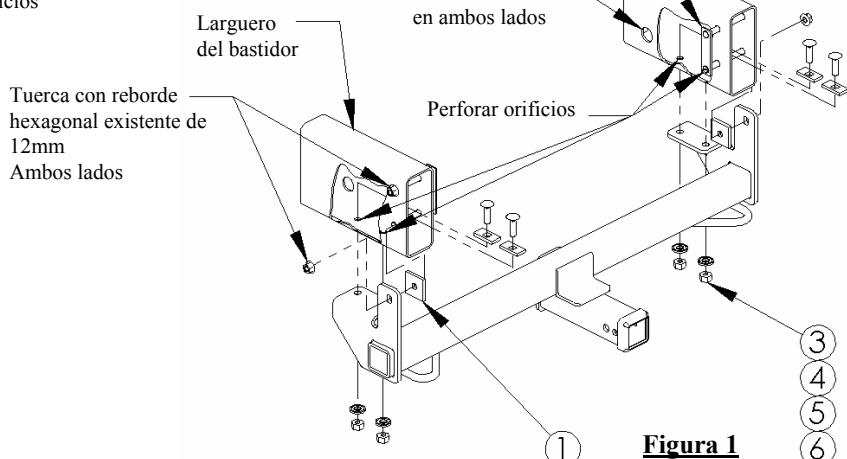
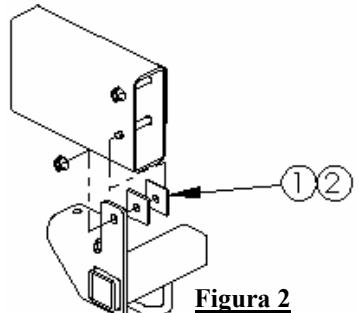

Figura 1
Figura 2
1. Apoye el parachoques frontal durante esta operación. Afloje cuatro tuercas hexagonales de 12mm, dos en cada lado, sosteniendo los soportes del perno en el bastidor como se muestra en la **Figura 1**. Retire las tuercas inferiores completamente y afloje los soportes de los pernos sin quitarlos completamente.
2. Coloque espaciadores (1) en los pernos inferiores sobre los soportes de los pernos en cada lado del bastidor y levante el enganche a su posición como se muestra en la **Figura 1**. En el caso donde el vehículo no tenga ganchos para remolque, use los espaciadores opcionales (2) como se muestra en la **Figura 2**.